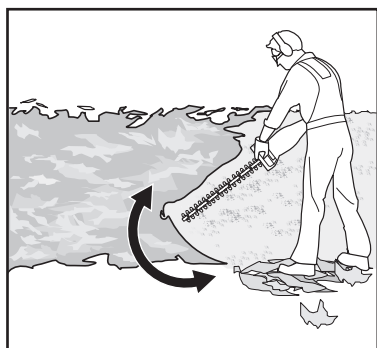

Fig. 7
1. Înainte de utilizare, ai grijă ca protecția lamei (11) să fie scoasă și acumulatorul (12) să fie montat.
4. Ține întotdeauna produsul bine cu ambele mâini de mânerul frontal (4) și de mânerul posterior (6). Nu utiliza niciodată produsul cu o singură mână.
6. Taie mai întâi pe ambele părți, de jos în sus. Astfel, resturile tăiate nu vor cădea în zona unde urmează să tai (Fig. 7).